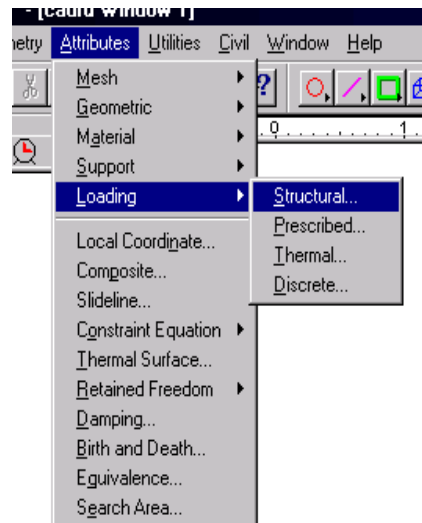

Fig. 35
- se deschide meniul **Attributes**, opțiunea **Loading**, **Structural...** (fig. 35)
- se deschide meniul **Attributes**, opțiunea **Loading, Structural...** (fig. 35)